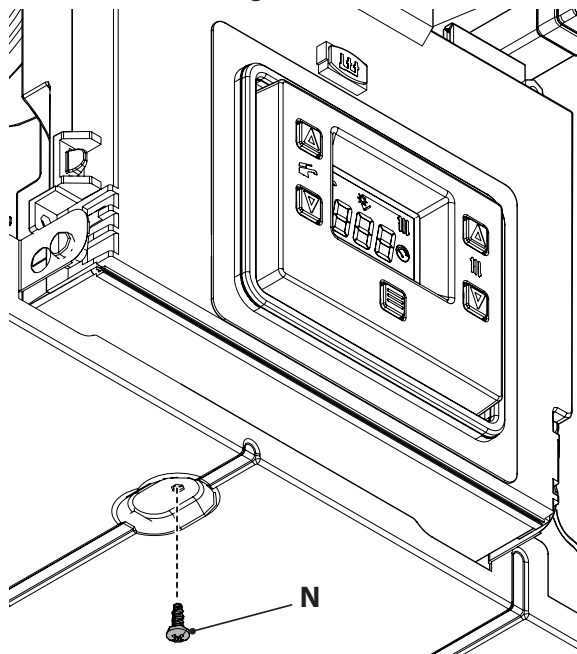

Figura 5.19
- Svitare la vite **N** (Figura 5.19).